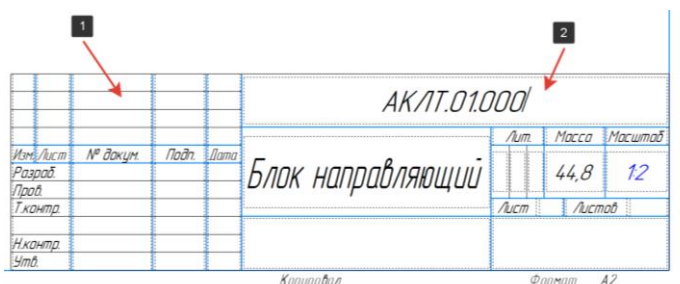

Рисунок 414 – Редактирование основной надписи
- В режиме заполнения основной надписи ее внешний вид изменится – границы ячеек отображаются с учетом заданных отступов текста (1) (Рисунок 414);
- Система предоставляет возможность полуавтоматического заполнения граф основной надписи. Двойным щелчком мыши в строке обозначения откроем окно Обозначения (2) (Рисунок 414);